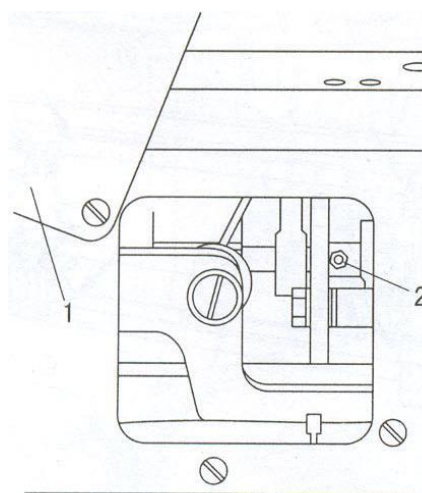

Рис. 10
12. Смазка эксцентрика, управляющего верхней подачей материала (Рис. 10)